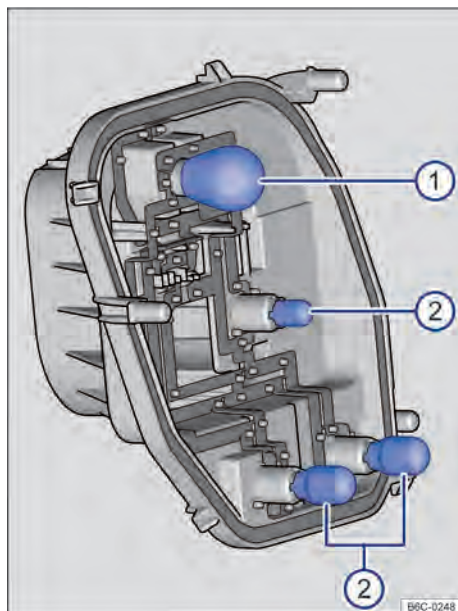

Fig. 169 Lanterna traseira: remover as lâmpadas
- ⑩ Remover o suporte das lâmpadas cuidadosamente.
- 11 Para remover as lâmpadas incandescentes queimadas: → Fig. 169 ① pressionar a lâmpada contra o alojamento e girar no sentido anti-horário. ② puxar a lâmpada no sentido contrário ao alojamento.
- 13 Para inserir as novas lâmpadas no suporte das lâmpadas, introduza a nova lâmpada no respectivo alojamento: → Fig. 169 A pressionar a lâmpada e girar no sentido horário até o batente. B pressionar a lâmpada no sentido do alojamento até o batente.